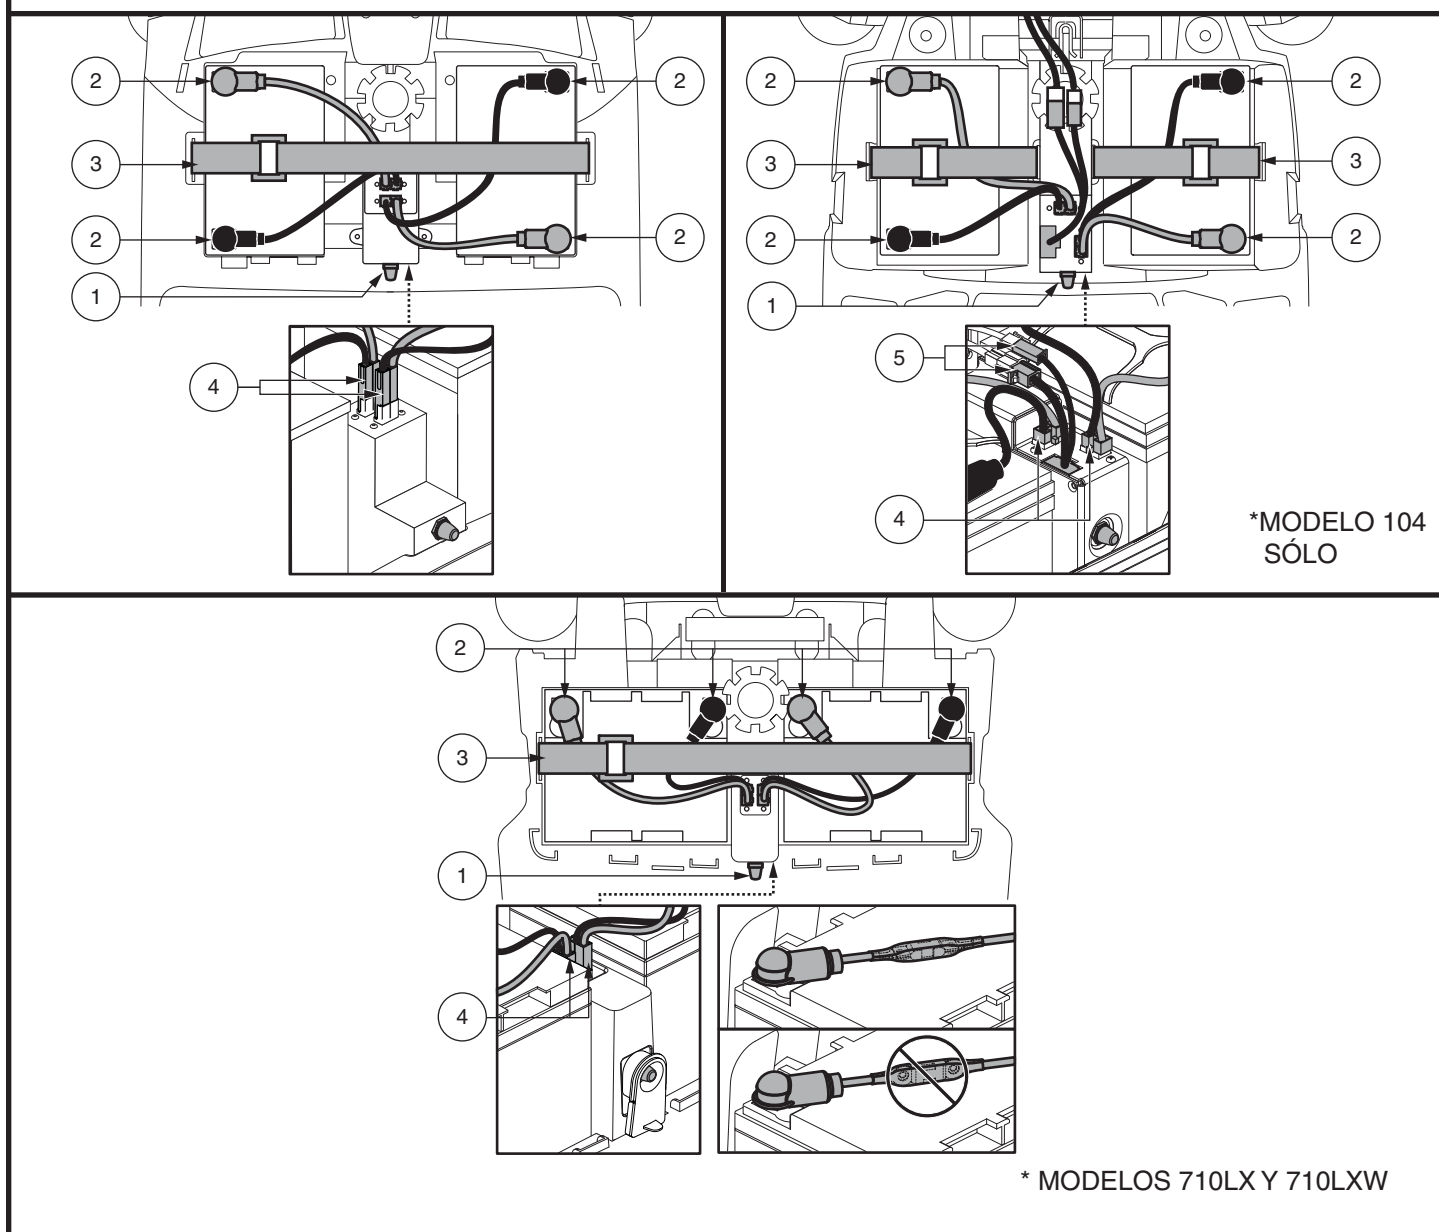

Figure 11. Extracción de la batería / Instalación
2. Desconecte la cincha de amarre de las baterías (fig. 11).
3. Quite los tornillos del perímetro del paquete de baterías (fig. 11).
6. Coloque una nueva batería en el compartimento. Para los modelos 710LX y 710LXW, coloque los terminales de la batería de cada batería hacia atrás. Para todos los demás modelos, coloque los terminales de la batería de cada batería uno enfrente del otro y hacia los lados externos del scooter (fig. 11).